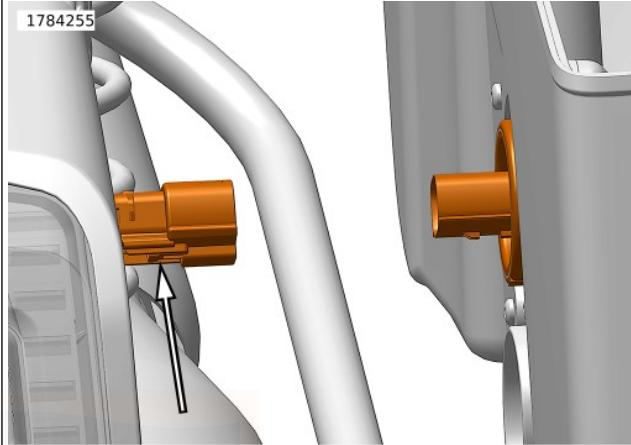

Abbildung 69. Rechte Verriegelungszunge des Kabelbaumsteckverbinders (linke Seite identisch)
3. Die Satteltasche halten und den Audiosteckverbinder (3) abklemmen.
- a. Siehe Abbildung 69. Auf den Freigabeknopf drücken. Steckverbinder-Hälften trennen.
2. Die Satteltasche abstützen. Den Audiosteckverbinder (3) anschließen.
- a. Siehe Abbildung 69. Die Steckverbinderhälften zusammendrücken, bis die Verriegelungszunge einrastet.